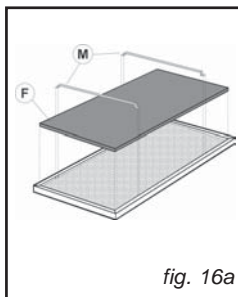

fig. 16a
• **Sostituzione del filtro carbone (fig.16a-16b)**